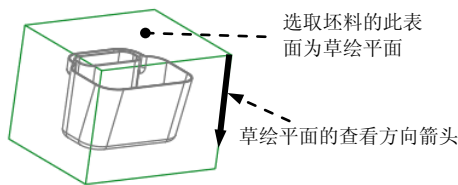

图 4.9 设置草绘平面
(1) 定义“束子”特征的轮廓。
① 在“裙边曲面”对话框中双击 **ShutOff Ext (关闭延伸)** 元素。
② 系统弹出 **SHUTOFF EXT (关闭延伸)** 菜单, 选择该菜单中的 **Boundary (边界)**  **Sketch (草绘)** 命令。
③ 设置草绘平面。在 **SETUP SK PLN (设置草绘平面)** 菜单中选择 **Setup New (新设置)** 命令, 选择图 4.9 所示的坯料表面为草绘平面; 选择 **Okay (确定)** 命令, 接受该图中的箭头方向为草绘平面的查看方向 (单击 **Flip (反向)** 按钮, 调整箭头方向如图 4.9 所示); 在“草绘视图”菜单中选择 **Default (默认)** 命令。